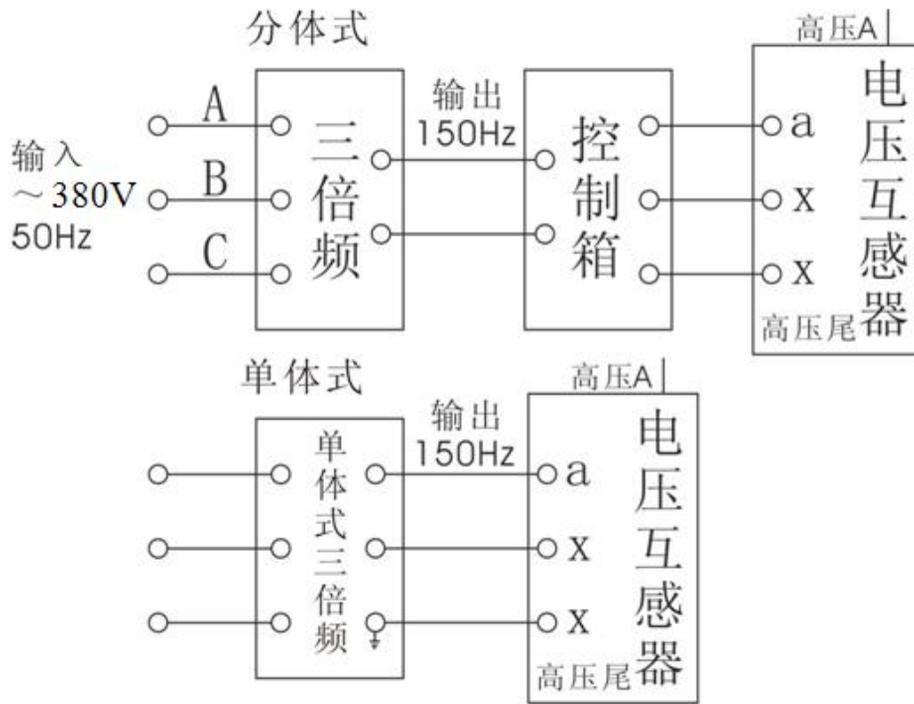

图 1
7.此套试验设备带有多抽头的电抗器，当感应耐压试验装置带 JCC1 类型高压串级式电压互感器负载时，其电流由感性为容性，功率因素很低，因此，可在被试验的高压互感器某一绕组上接入可调的电抗器进行电流补偿来提高整个试验回路的功率因素，如图 1 虚线框所示。